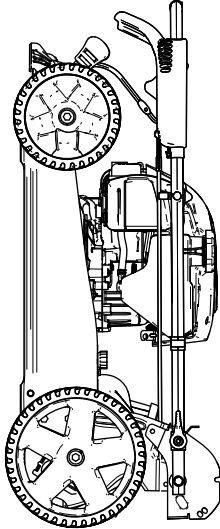

Figura 23
- 6. Levante la parte delantera de la máquina con el manillar y llévela al lugar de almacenamiento (Figura 23).